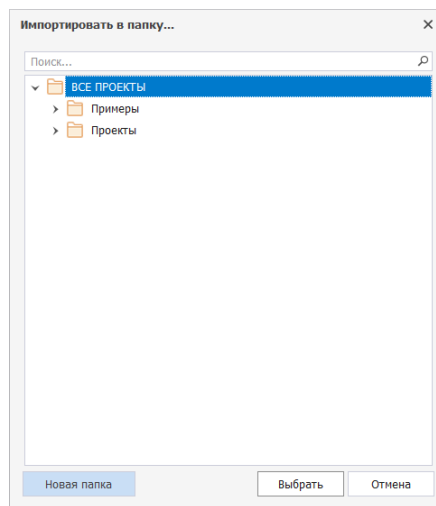

Рис. 64 Выбор места расположения импортируемого проекта платы
2. Если на предыдущем этапе импорт был вызван из главного меню → выберите папку для сохранения импортируемого проекта платы, либо создайте ее, см. Рис. 64.